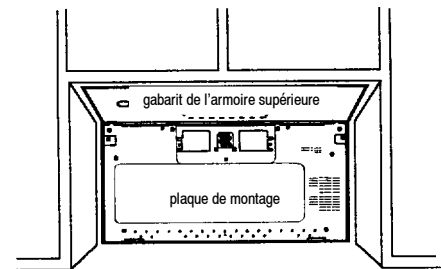

Figure 23
4. Centrer la plaque de montage en alignant le fil à plomb sur l'axe tracé sur le mur et sur l'axe central de la plaque de montage. S'assurer que la largeur minimum est de 30 po (76,2 cm) et que le haut de la plaque de montage se trouve à au moins 30 po (76,2 cm) au-dessus de la cuisinière ou du comptoir. Voir la figure 23.
5. Mesurer le bas de l'encadrement de l'armoire supérieure. Couper les bords A, B et C du gabarit de l'armoire supérieure pour que le gabarit aille sur le dessous de l'armoire supérieure. Si l'armoire supérieure a un encadrement encastré, couper les bords du gabarit pour qu'il puisse s'insérer dans l'encastrement. Aligner l'axe central du gabarit de l'armoire supérieure et l'axe central de la plaque de montage, puis fixer solidement le gabarit en place à l'aide de punaises ou de ruban adhésif. Voir la figure 23.